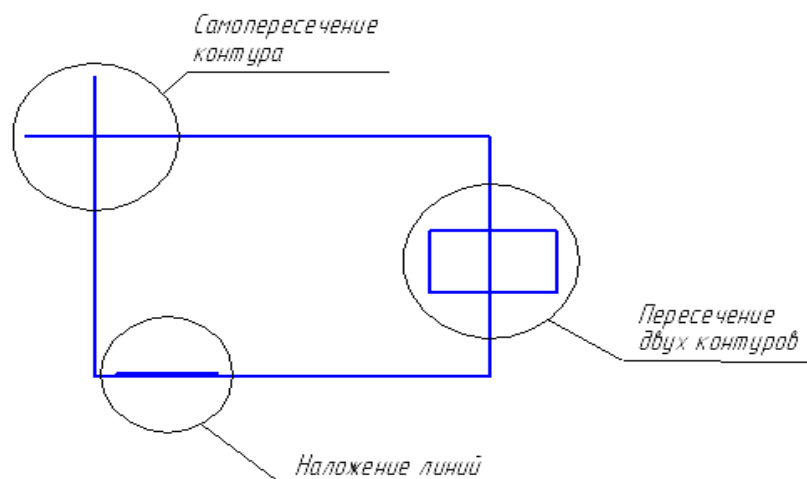

Рис. 1.15.
3. Контур не должен иметь точек самопересечения, пересечения с другим контуром или линий наложения (рис. 1.15).